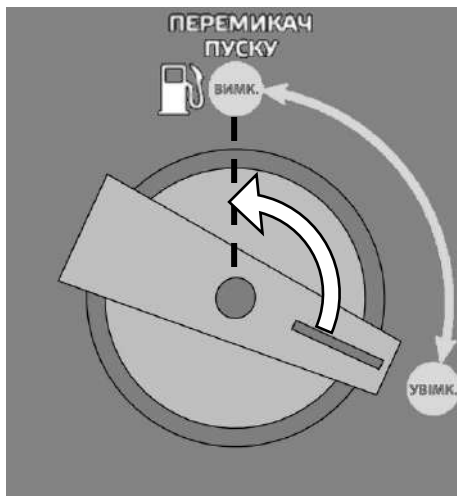

Рисунок 8. Схема роботи перемикача пуску під час зупинки двигуна.
3. Повернути перемикач пуску у напрямку, протилежному руху годинникової стрілки, до упору в положення «ВИМК.» (рис. 8); при цьому буде закрито паливний кран.
3. Повернути перемикач пуску у напрямку, протилежному руху годинникової стрілки, до упору в положення «ВИМК.» (рис. 8) (при цьому буде закрито паливний кран) і випрацювати залишок бензину із поплавцевої камери карбюратора або злити залишок бензину за допомогою трубки зливу палива (14, рис. 2), та заглушки (16, рис. 2).